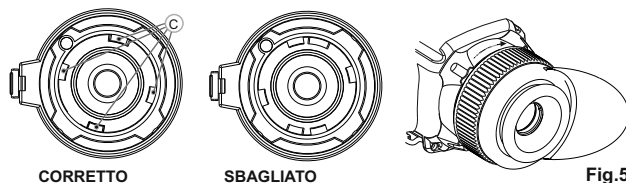

Fig.5
- Per montare l'oculare sull'unità, assicurarsi che i perni inferiori (C) dell'oculare corrispondano agli interstizi inferiori (Fig. 5). Inserire l'oculare nel corpo dell'unità e ruotare l'anello di bloccaggio (5) in senso orario.